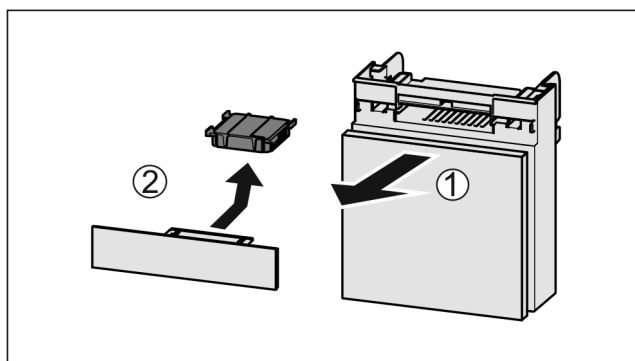

Fig. 236
- Extraire le compartiment par l'avant Fig. 236 (1).
- Sortir le filtre à charbon actif Fig. 236 (2).